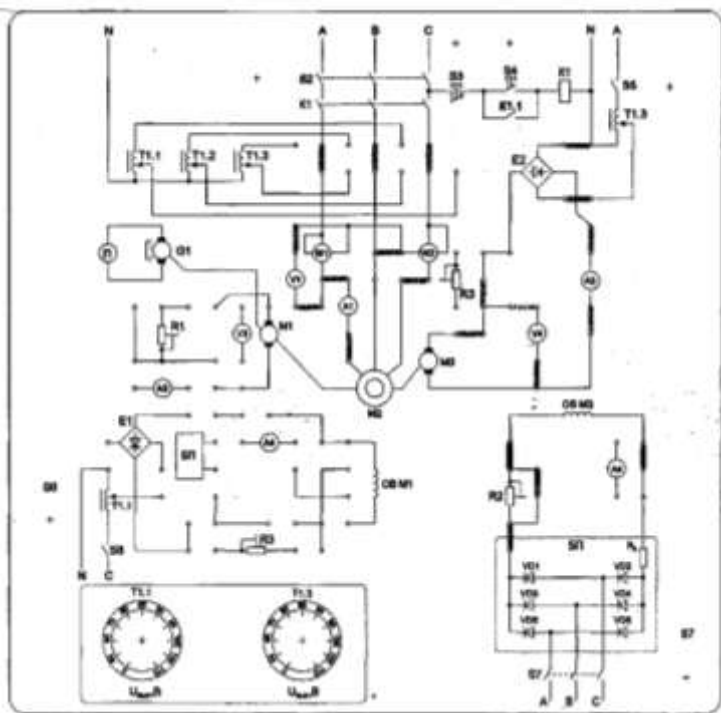

Рисунок 1
2. Собрать схему согласно рис. 1 и предъявить её для проверки преподавателю.